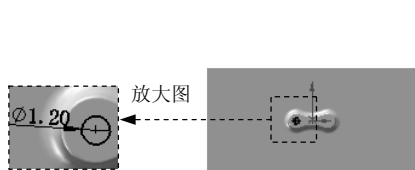

图 4.4.21 草图 4
(3) 绘制草图。在草绘环境中绘制图 4.4.21 所示的草图，此处创建的草图将作为投影草图，以在模型表面形成分割面。
(4) 选择下拉菜单 **插入(I)** → **退出草图** 命令，退出草图设计环境。